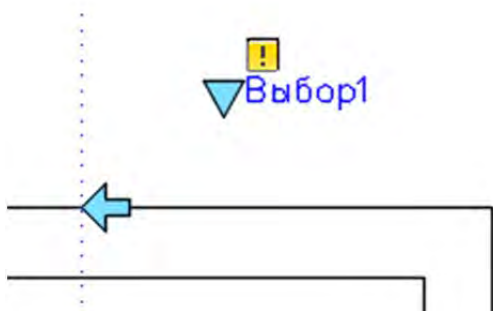

Рисунок 9.32 Параметр «Выбор»
Результат. Рассмотрим операцию «Масштаб» на примере двери (рисунок 9.32), из остекления которой можно будет создавать массив. Для создания этого примера была использована связка параметра «XY» и операция «Массив».
Описание. Операция выбор позволяет связать две или более операции для одновременного изменения их параметра. Например, в блоке присутствуют два параметра, отражения и растяжения, операция выбор может объединить действия этих двух операций. Параметр выбора создает таблицу, в которой указаны значения нескольких параметров, которые можно выбрать из списка, нажав на ручку выбора (рисунок 9.32).
3. Выберите параметр «Выбор»  на вкладке «Параметры» панели «Вариаций блока». Укажите место вставки параметра, тем самым, определив положение ручки выбора (рисунок 9.32).